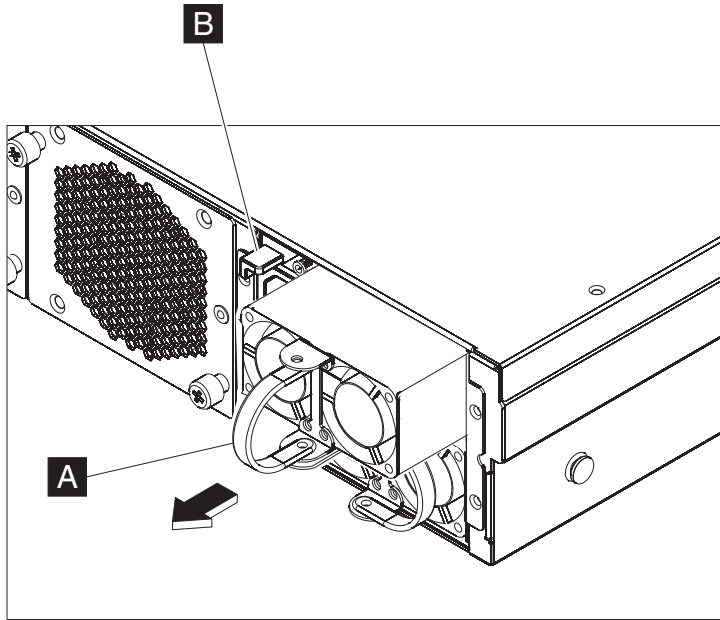

図 16. パワー・サプライ・モジュールの取り外し
- a. 50 ページの図 16 に示すように、障害のあるモジュールのハンドル **A** をしっかりつかみながら、オレンジ色のリリース・ラッチ **B** をハンドルの方向に押し、リリース・ラッチを所定の位置で押さえます。